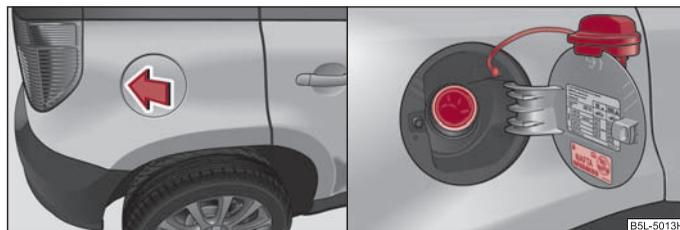

Fig. 11 Lato vettura posteriore destro: Apre lo sportello serbatoio / sportello serbatoio con tappo a vite
- Premere il punto centrale della parte sinistra dello sportello serbatoio nel senso della freccia ⇒ fig. 11 - lato sinistro.
- Svitare il tappo in senso antiorario ed inserirlo dall'alto sullo sportello ⇒ fig. 11 lato destro.